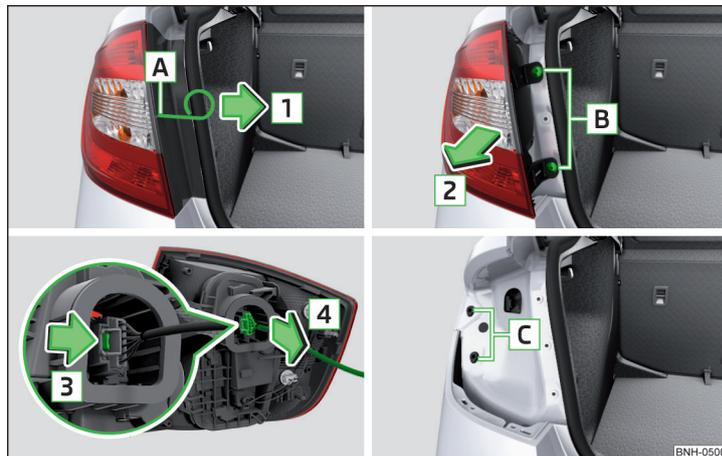
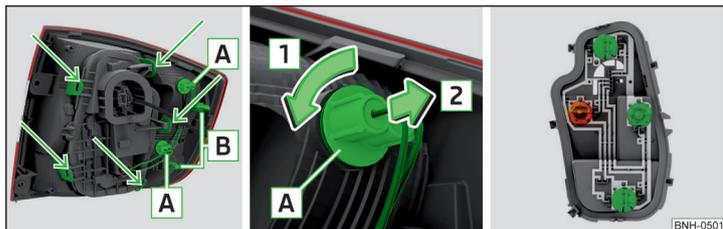

Fig. 191 Démontage des feux/retirer la fiche
Fig. 192 Partie extérieure de la lampe/partie intérieure de la lampe
- Insérer l'étrier dans l'orifice [A] » fig. 191 pour retirer les enjoliveurs intégraux de roue.
- Placer les feux avec le tenon [B] » fig. 192 à la page 165 dans les logements [C] » fig. 191 de la carrosserie.
- » fig. 192 enlever le socle de la lampe.